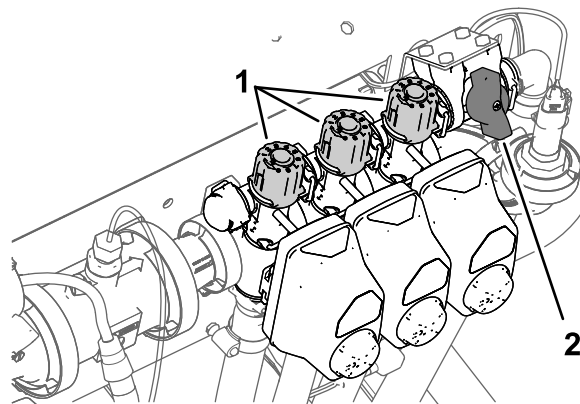

Рисунок 30
2. Выключите переключатель левой секции и отрегулируйте ручку перепуска левой секции (**Рисунок 30**) так, чтобы установить отображенную на дисплее норму внесения на прежний уровень в соответствии с таблицей.
4. Отрегулируйте ручку перепуска правой секции (Рисунок 30) так, чтобы установить отображенную на дисплее норму внесения на прежний уровень в соответствии с таблицей.
6. Отрегулируйте ручку перепуска средней секции (Рисунок 30) так, чтобы установить отображенную на дисплее норму внесения на прежний уровень в соответствии с таблицей.